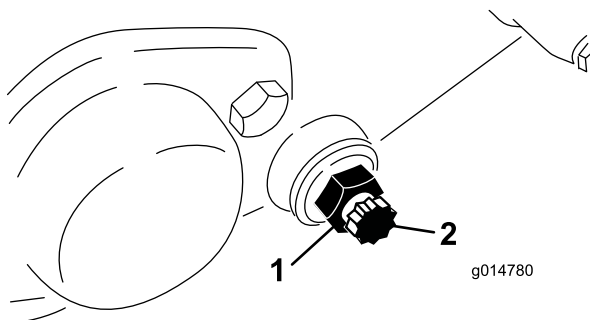

Figura 59
3. En cada lado de la máquina, afloje la contratuerca que fija el perno de la barra de asiento (Figura 59).
4. Retire cada perno, para poder tirar de la barra hacia abajo y retirarla de la máquina. Guarde las 2 arandelas de nylon y las 2 arandelas de acero troqueladas de cada extremo de la barra de asiento (Figura 59).